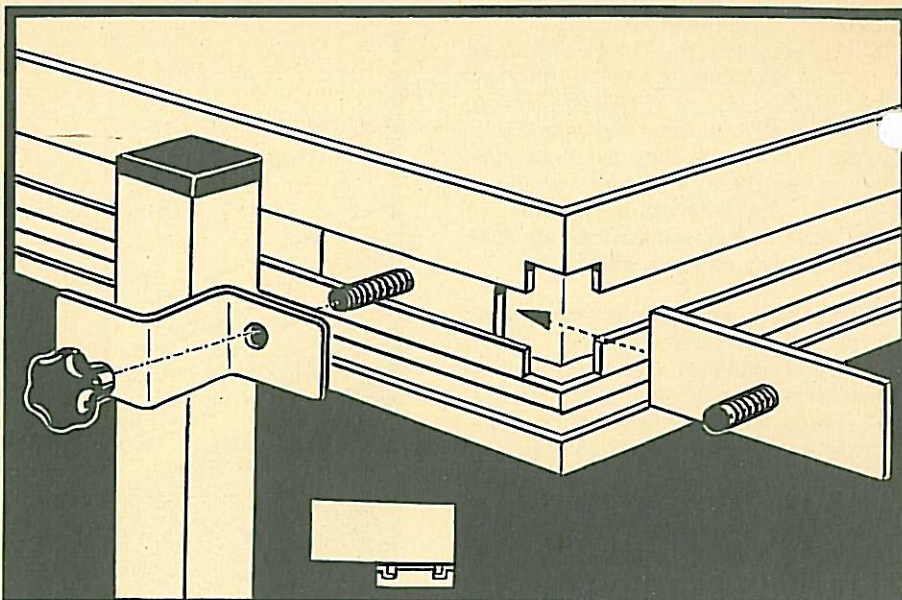

Bild Nr. 11 / Picture No. 11 / Illustration No. 11
**Geländermontage:** Gewindeschlitten 19211 (M 10 x 40) in die Führung des Elementrahmens einschieben. Bei 1 m langem Geländer 2 Stück, bei 2 m langem Geländer 3 Stück. Danach Geländerteil aufstecken und mit Kunststoff-Handrädern 19221 (M 10) fest verschrauben. (Bild Nr. 11)